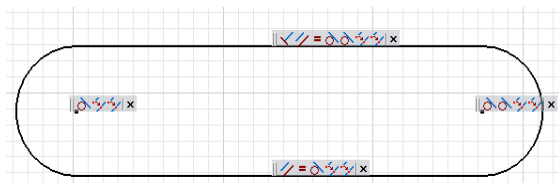

图 7-10 键槽草图的几何约束
③为了保证键槽形状图形的正确性，需要为其添加几何约束。利用【草图】标签栏上的相关几何约束工具为其添加的约束有：两条直线边等长且平行，两条圆弧均与两条直线边连接且在连接处相切（这样同时保证了两条圆弧边的等长）。在工作区域内单击右键，在打开菜单中选择【显示所有约束】选项，则图形的所有约束都是显示出来，如图 7-10 所示。